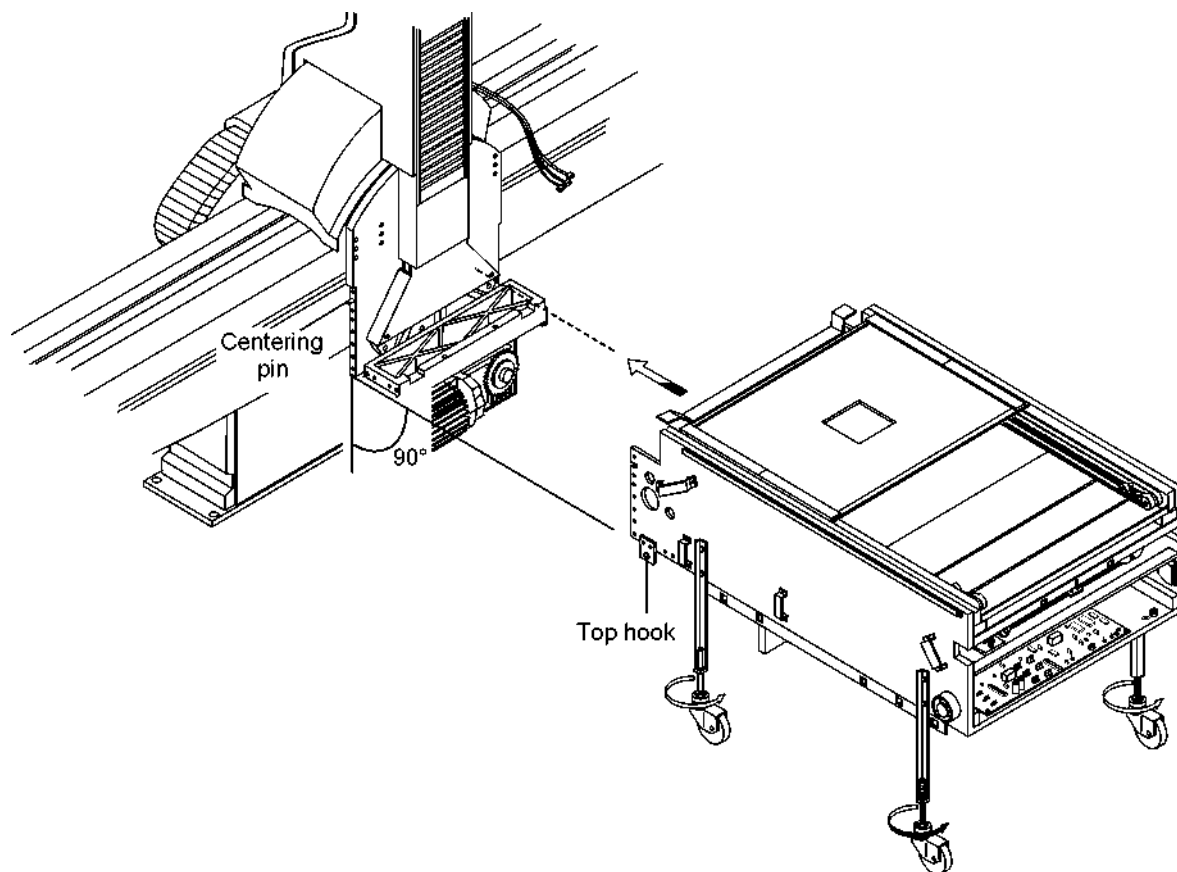

Рис. 3-4
Монтаж экранно-снимочного устройства необходимо осуществлять на поддерживающих четырёх регулируемых опорах с колесами (Рис.3.4).
4. Вставьте два центрирующих штифта (centering pin) в нужные отверстия (Рис. 3-4), по одному на каждую сторону, следя за тем, чтобы шляпки крепёжных винтов выровнялись с посадочными потайными отверстиями на боковых стенках экранно-снимочного устройства, и затем затяните двадцать два крепёжных винта.